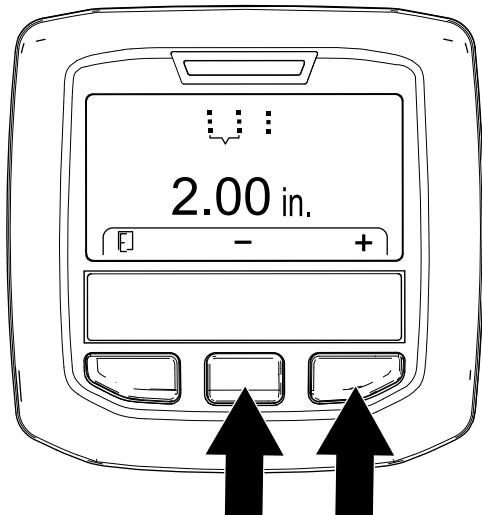

Figura 56
- Regolate la distanza tra i fori (Figura 56) come segue: